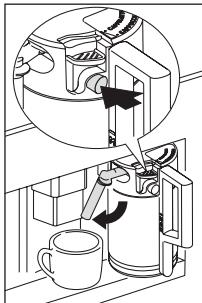

Fig. 33
- Posicione o bico de leite (Fig. 33) e, em seguida, coloque uma chávena suficientemente grande sob os bicos de café e leite.
- Coloque um recipiente sob o bico de leite (Fig. 33).
- Prima o botão CLEAN (LIMPAR) na tampa (C3) (consulte a página 144) e mantenha-o premido durante, pelo menos, 5 segundos (Fig. 33) para iniciar a função de limpeza.